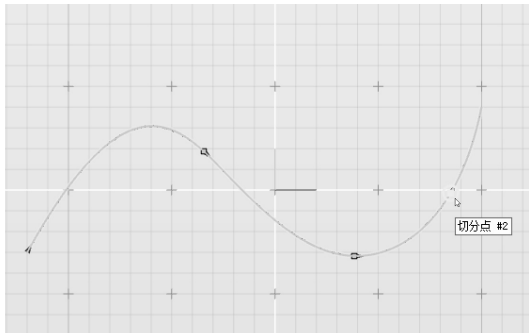

图 3-57 切分曲线
2) 使用建模工具栏中的“切分曲线”工具, 单击曲线上的任意位置，绘制切分点。将鼠标光标移动到曲线上的其他位置，可再次绘制多个切分点，按〈Enter〉键或空格键确认，如图 3-57 所示。